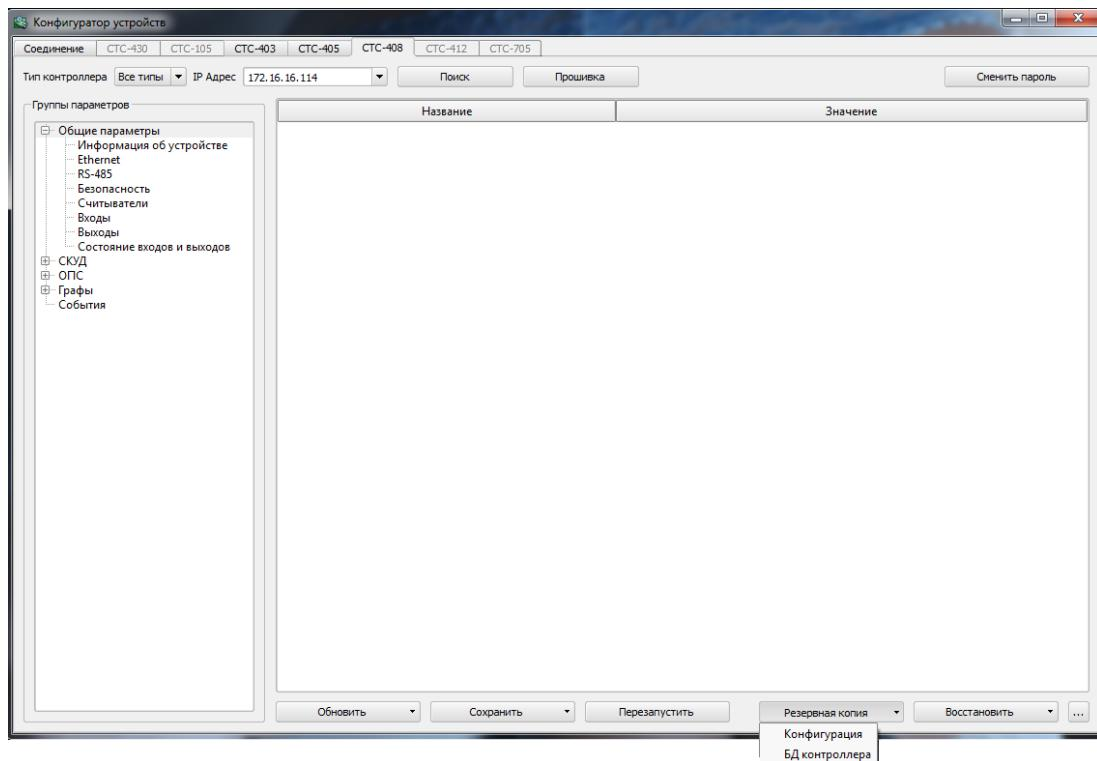

Рисунок 9
- «Резервная копия» — позволяет сохранить редактируемую конфигурацию или базу данных контроллера (все параметры и графы) в виде отдельного файла в указываемом пользователем месте на жестком диске (рисунок 9);